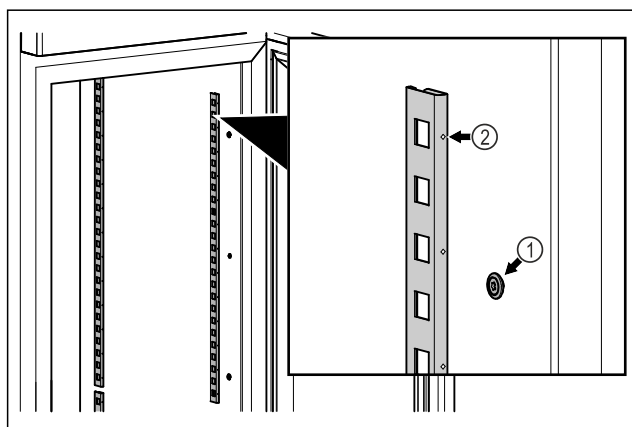

Fig. 58 Immagine a titolo di esempio
- Agganciare le barre di arresto in sospensione Fig. 58 (1). Il contrassegno Fig. 58 (2) deve essere rivolto in avanti.